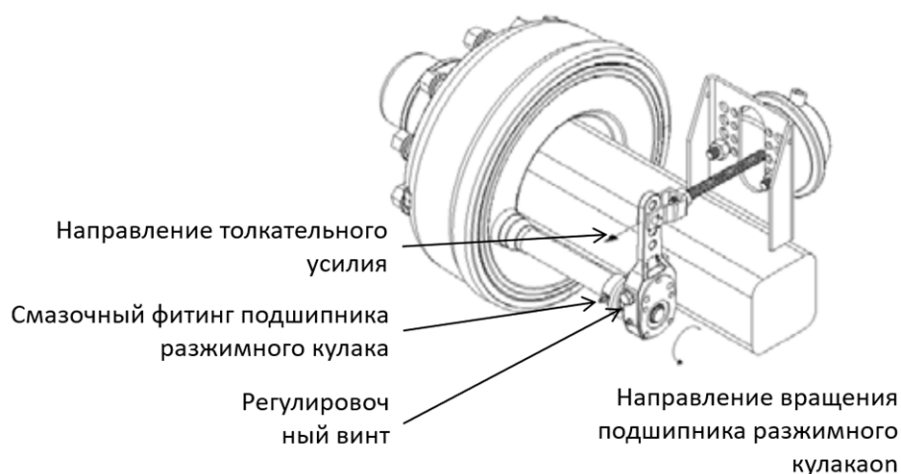

рисунок 51 — Регулировка тормозов с помощью механизма регулировки зазора
- Если у подшипников разжимных кулаков есть смазочные отверстия, смажьте их (рисунок 51). Не наносите слишком много смазки, так как остатки смазки могут попасть на фрикционные накладки и барабаны.
После установки механизма регулировки зазора поверните регулировочный болт механизма, чтобы отрегулировать его положение по отношению к валу (рисунок 51).
**Important!** Поверните его в направлении вращения подшипника кулака (рисунок 51). Для регулировки зазора поверните болт так, чтобы вал провернулся в том же направлении.